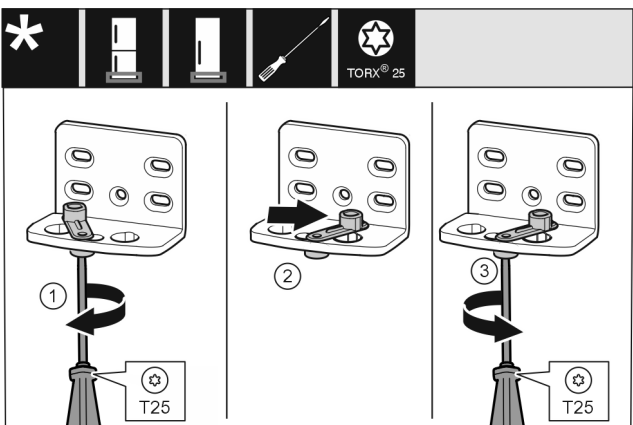

Fig. 14
- ▶ Skruva in skruven lite löst med skruvmejsel T25. *Fig. 14 (1)*
- ▶ Lyft på dörrstängningsautomatiken och vrid den 90° åt höger i hålet. *Fig. 14 (2)*
- ▶ Dra åt skruven med skruvmejsel T25. *Fig. 14 (3)*